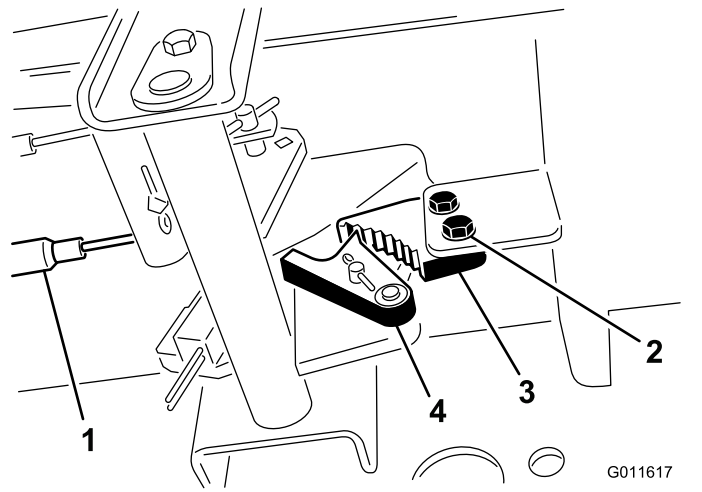

Bild 140
- Drücken Sie das Pedal der Feststellbremse nach vorne, bis die Bremsenarretierung ganz an der Bremssperre greift (Bild 140).
- Lösen Sie die zwei Schrauben, mit denen die Sperre der Feststellbremse am Rahmen befestigt ist (Bild 140).